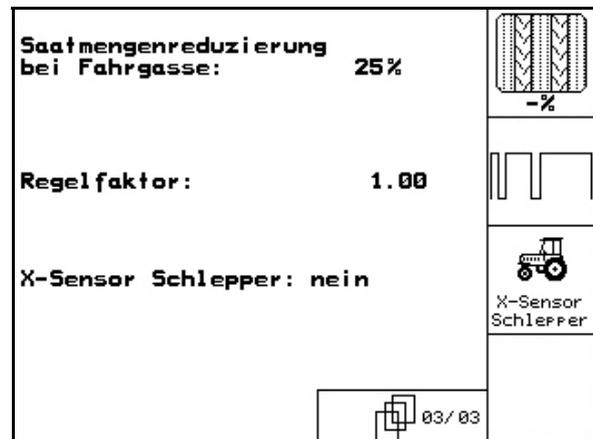

Fig. 19
Seite drei (Fig. 19)
2. Anfangs- und Endpunkt der Messstrecke markieren (Fig. 19).